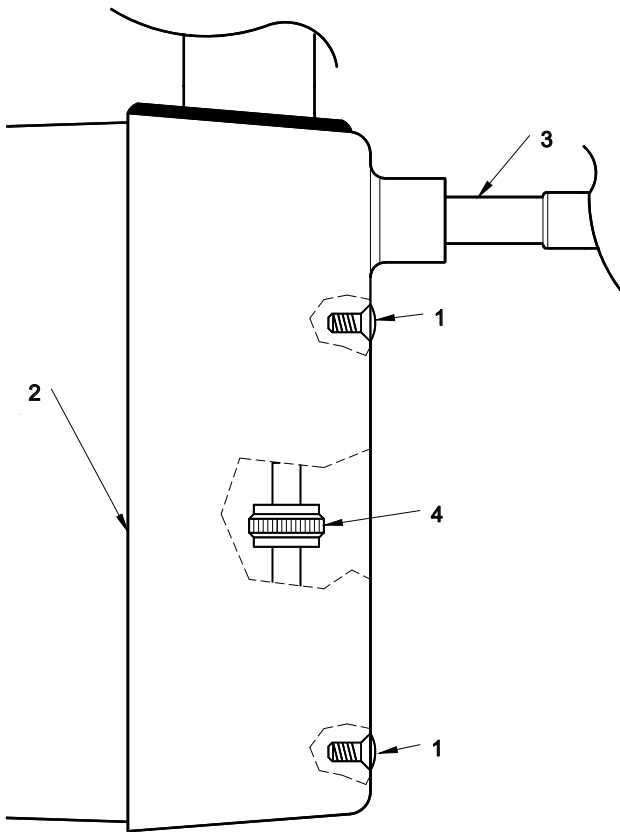

Abb. 2: Öffnen des Gehäuses.
- ❶ Lösen Sie die Schrauben (Abb. 2, Pos. 1) am Gehäuse des Spindeltriebs und schieben den rechten Gehäuseteil (Abb. 2, Pos. 2) auf die Verbindungswelle (Abb. 2, Pos. 3).
- ❸ Prüfen Sie nach dem E-Anschluß die ordnungsgem. Funktion des Spindeltriebs unter Beachtung der Punkte 7+8 von Seite 1. Falls die Lichtkuppel beim Schließen nicht dicht genug oder zu fest auf dem Aufsatzkranz aufliegt, ist die Endstellung "ZU" durch geringfügiges Verstellen der Rändelmutter (Abb. 2, Pos. 4) am Endschalterauslöser zu regulieren.